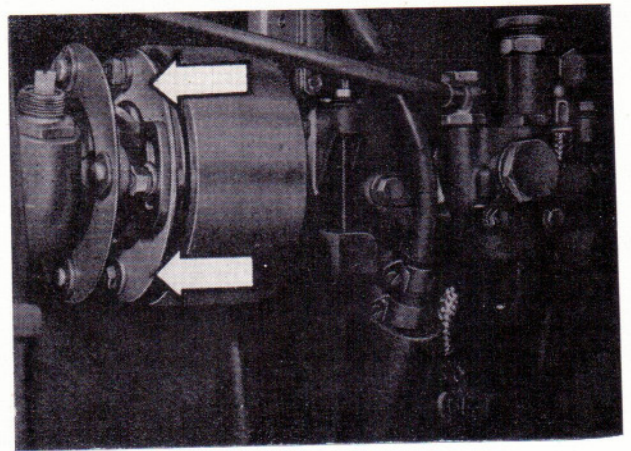

Bild 40
- Lamellenkupplung vom Spritzversteller bzw. von der Einspritzpumpenkupplung trennen (zwei Befestigungsflansche ohne Langloch — Bild 40).